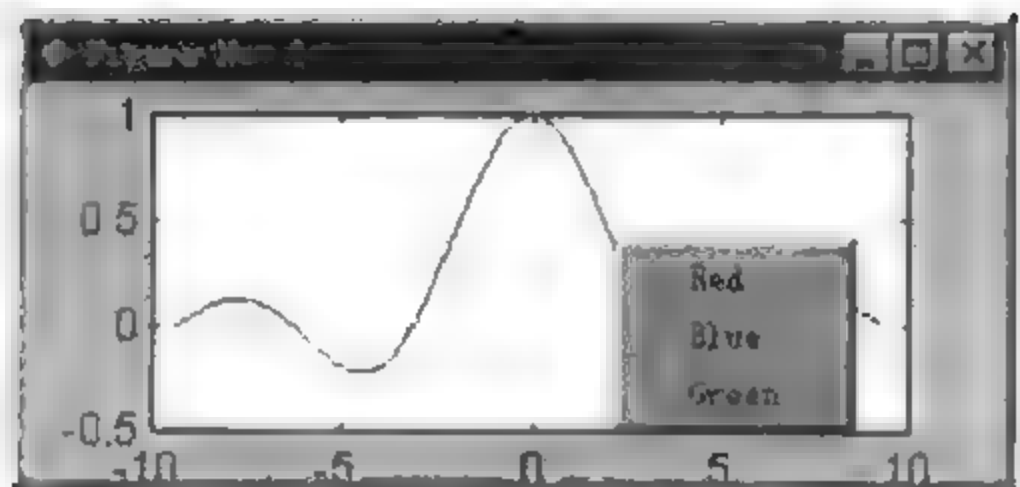

图 3-18 Context 菜单
(2) 在指令窗中运行文件 exm1134_1.m, 得到图 3-18 所示的(但为蓝色的)Sa 曲线。
(3) 将鼠标指针指向线条, 点击鼠标右键的同时弹出现场菜单, 在选中某菜单项(如 Red)后, Sa 曲线就改变(为红)颜色(如图 3-18 所示)。